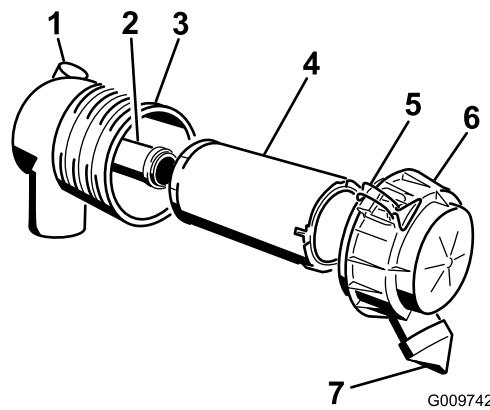

Figura 29
Importante: Revise el filtro del limpiador de aire únicamente cuando el indicador de mantenimiento se ve rojo (Figura 29). El cambiar el filtro antes de que sea necesario sólo aumenta la posibilidad de que entre suciedad en el motor al retirar el filtro.
4. Abra los cierres del limpiador de aire y tire de la tapa del limpiador de aire para separarla de la carcasa del limpiador de aire (Figura 29).
1. Extraiga con cuidado el filtro primario del cuerpo del limpiador de aire (Figura 29). Evite golpear el filtro contra el lado de la carcasa.
4. Si va a cambiar el filtro de seguridad, deslice cuidadosamente el filtro nuevo en el cuerpo del filtro (Figura 29).
5. Deslice cuidadosamente el filtro primario por encima del filtro de seguridad (Figura 29). Asegúrese de que está bien asentado empujando sobre el borde exterior del filtro mientras lo instala.
6. Instale la tapa del limpiador de aire con el lado que lleva la palabra UP hacia arriba, y fije los cierres (Figura 29).